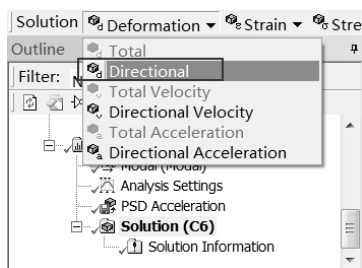

图 10-74 添加变形选项
Step2：选择 Solution 工具栏中的 Deformation（变形） Total 命令，如图 10-74 所示，此时在分析树中会出现 Total Deformation 选项。